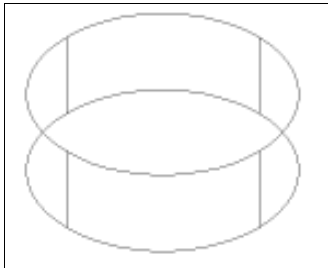
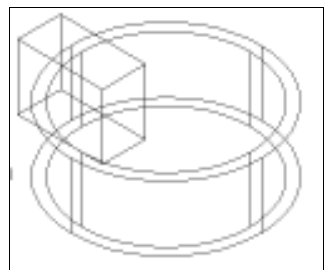

图 2-2
图 2-3
① 当前线框密度：ISOLINES=4；指定圆柱体底面中心点或[椭圆(E)]：0,0,0：100,-80,0↵。作为圆柱体底面的中心。② 指定圆柱体底面的半径或[直径(D)]：90↵。③ 指定圆柱体高度或[顶点(A)]：60↵。表示圆柱向上，高度为 60。见图 2-2。
① 选择要从中删除的实体或面域；选择对象：选取外圆柱体↵。② 选择要删除的实体或面域；选择对象：选取内圆柱体↵。
5. 单击  图标或在命令行中输入 box 命令，画一个顶点坐标为 (80, -40, 0)，另一个顶点坐标为 (120, 40, 60) 的长方体，见图 2-3。